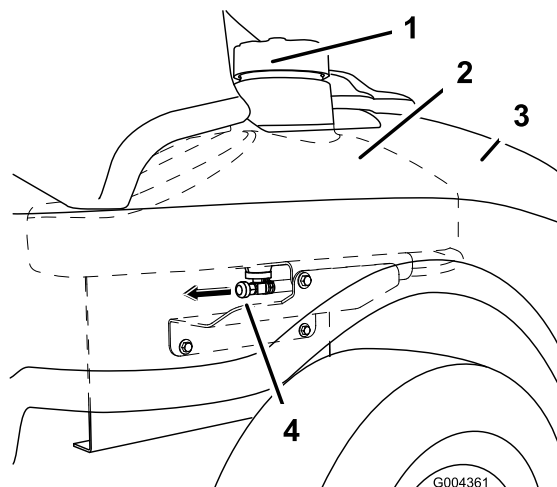

Figura 30
3. Cierre la válvula de cierre del combustible, ubicada debajo de la parte delantera del depósito de combustible (Figura 30).